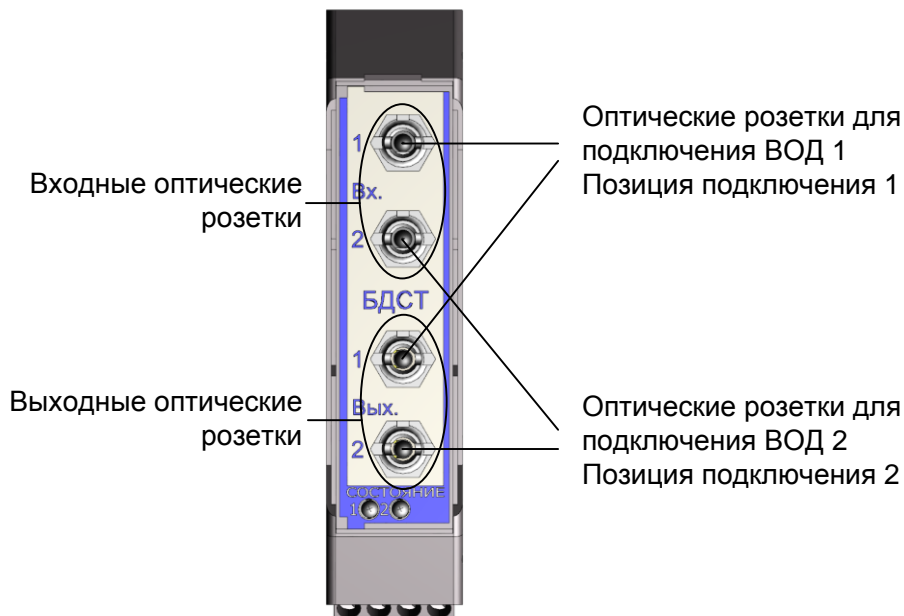

Рис.2.5 Назначение оптических розеток БДСТ
- Если позиция подключения – 1, то один коннектор ВОД подключается к выходной оптической розетке позиции 1, а другой ко входной оптической розетке позиции 1 (см. Рис.2.5). Перед подключением оптических коннекторов требуется снять защитные колпачки;
- Если позиция подключения – 2, то один коннектор ВОД подключается к выходной оптической розетке позиции 2, а другой ко входной оптической розетке позиции 2 (см. Рис.2.5). Перед подключением оптических коннекторов требуется снять защитные колпачки;